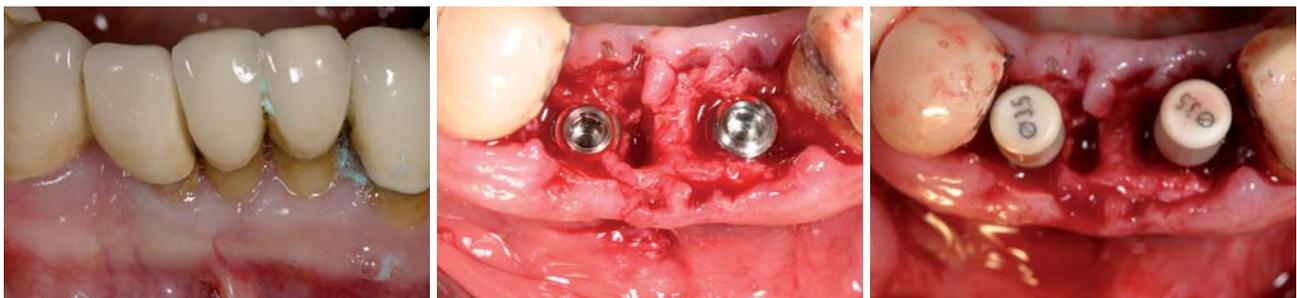

Abb. 1: Ausgangssituation 33–43. – Abb. 2: Zustand nach Extraktion und Sofortimplantation von 32 und 42. – Abb. 3: Peek-Kappen zur späteren Sofortversorgung.
■ Entscheidendes Ziel muss es immer sein, Methoden zu entwickeln, die einer großen Masse der Patienten ein einfaches Verfahren zur Verfügung stellt, das mit einer Minimalzahl an Behandlungsschritten – und damit auch mit möglichst wenig Kostenaufwand – ein Optimum an Ergebnisqualität eröffnet. Das Entscheidende für die natürliche Funktion und für die optimale Ästhetik ist, dass ein Abutment auf Gingivaniveau exakt die dreidimensionale Form des natürlichen Zahnes an dieser Position hat. Hierzu ist es hilfreich, für Behandler und Zahntechniker zunächst eine Formstudie von natürlichen Dentitionen vorzunehmen. Dies erfolgt am besten am Situationsmodell eines natürlichen Gebisses, welches keine iatrogenen Rekonstruktionen aufweist. Zu diesem Zweck werden am Modell alle Gipszähne nur eines Quadranten auf Gingivadurchtrittsniveau radiert (Abb. 1). Dies geschieht sowohl für den Ober- und Unterkiefer. Nun erhält man in der Aufsicht einen Eindruck natürlicher Zahnformen auf dem Niveau, wo die Schulter des Abutments endet und der Rand der Restauration beginnt (Abb. 2). Ziel muss es nun sein, diese Form so perfekt wie möglich auf die jeweilige Situation zu übertragen.
Abb. 1 und 2: Halbseitig auf Gingivaniveau radiertes Situationsmodell OK (Abb. 1) und UK (Abb. 2) zur Verdeutlichung der anatomischen Zahnquerschnitte. – Abb. 3: Angussfähiges Abutment im anatomisch reduzierten Gipstrichter.